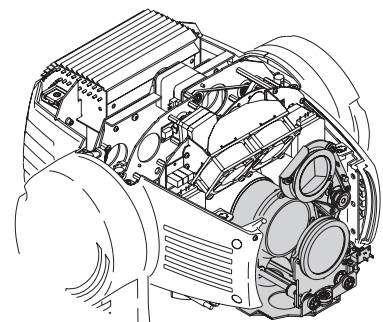

Bild 13: Zoom/Fokus-Modul
2. Stellen Sie den Kopf mit der Oberseite nach oben waagrecht und blockieren Sie ihn mit der Tiltsperre. Entfernen Sie die Kopfabdeckung. Das Prisma befindet sich im Zoom/Fokus-Modul (siehe Bild 13).